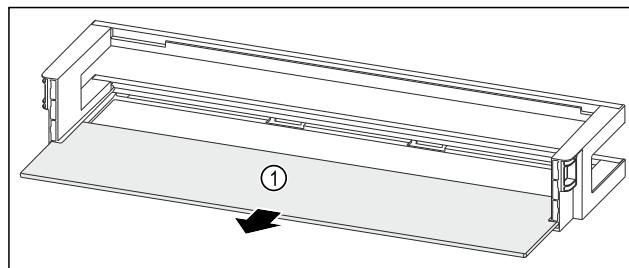

Fig. 224 Türabsteller mit Abstellfläche
- Abstellfläche Fig. 224 (1) entnehmen.